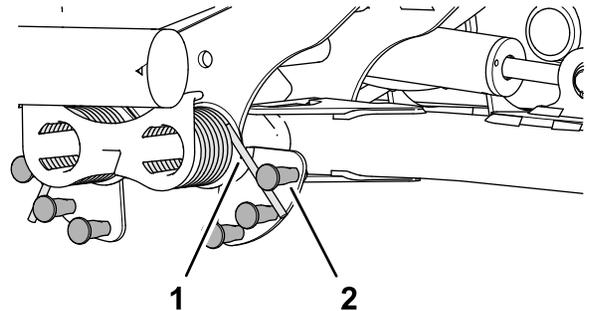

図 54
2. カウンタバランススプリングの長い方の端部にパイプなどを被せ、テコの原理を利用してスプリングをショルダ付きスタッドの希望位置上にセットする 図 54。